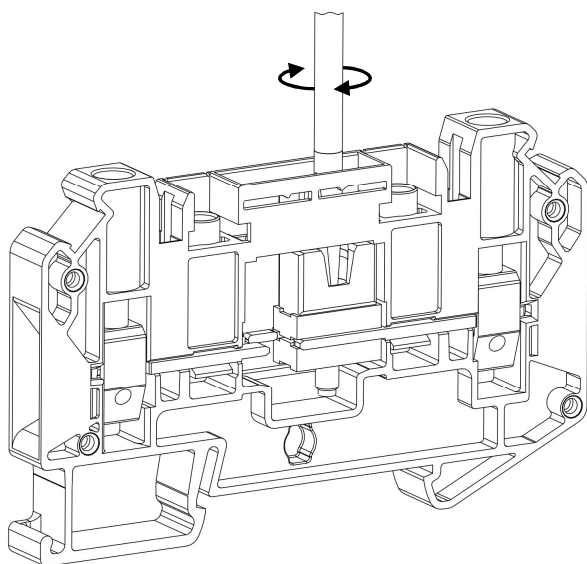

Рисунок 32 – фиксация размыкателя
- Закручивая винт отверткой по часовой стрелке, затяните винт до момента фиксации размыкателя с шиной клеммы (рис. 32);